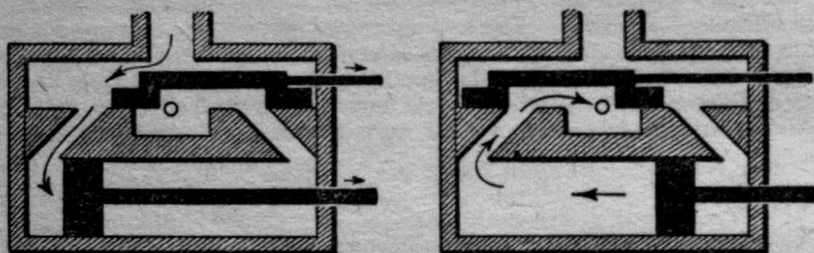
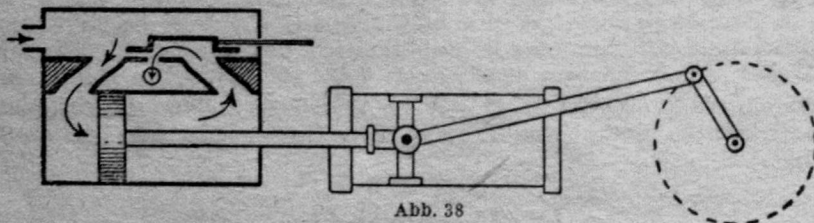

Abb. 37
Abb. 38
und her geschoben. Der Dampf entweicht dann durch das Auspuffrohr (Abb. 37). Die Bewegung der Kolbenstange wird auf die Räder der Dampfmaschine übertragen, die sich in drehende Bewegung setzen (Abb. 38).
**Aufgabe:** Erkläre den Weg des Dampfes in Abb. 38! — Fertige nach dieser Abbildung ein Flachmodell! Die gestrichelten Teile der Zeichnung werden fest mit einer Unterlage verbunden, Schieber und Kolben bleiben beweglich.